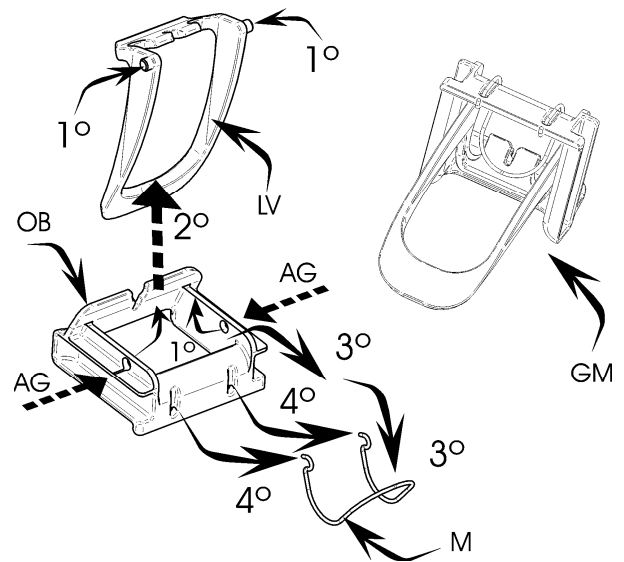

Abbildung 10
8.- Um den Hahnkörper in seine drei Bestandteile zu zerlegen, gehen Sie bitte wie folgt vor (**Abb. 10**):